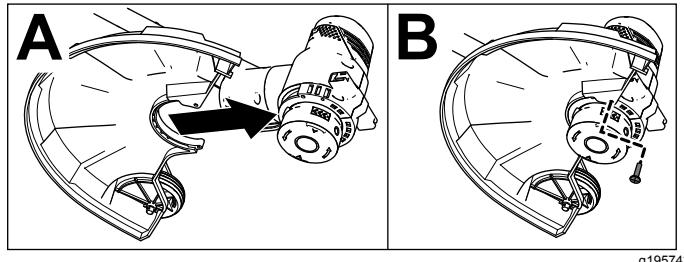

Figura 4
1. Rimuovete le 3 viti Phillips fissate sulla protezione e fate scorrere la protezione sulla base del decespugliatore (A di Figura 4).
2. Fissate la protezione sulla base del decespugliatore con le 3 viti Phillips (B di Figura 4).